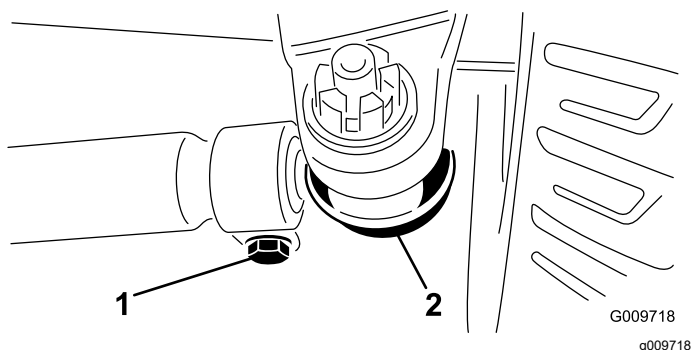

Figura 92
biela (Figura 92). Retire la articulación esférica de la biela del soporte del eje.
3. Afloje las abrazaderas en ambos extremos de las bielas (Figura 92).
4. Gire la articulación esférica retirada hacia dentro o hacia fuera una (1) revolución completa. Apriete la abrazadera en el extremo suelto de la biela.
5. Gire el conjunto completo de la biela en el mismo sentido (hacia dentro o hacia fuera) una (1) revolución completa. Apriete la abrazadera en el extremo conectado de la biela.